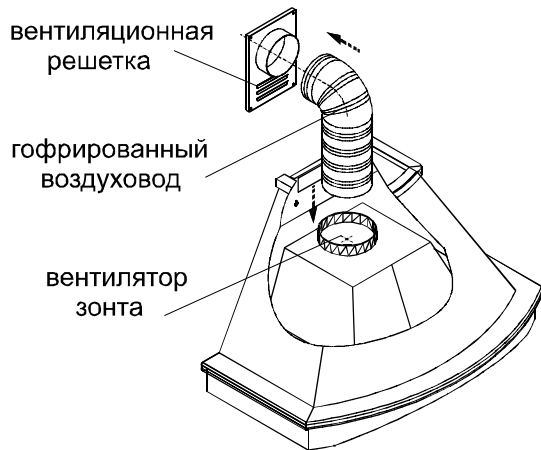
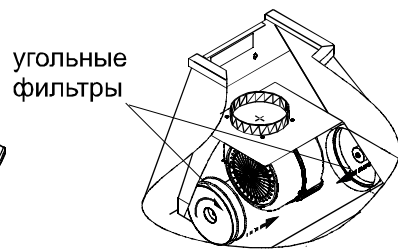

РИС. 6
РИС. 7
6.3. В зависимости от режима эксплуатации зонта соедините вентилятор с вентиляционной решеткой полужестким гофрированным воздуховодом (рис. 6) или установите на вентилятор угольные фильтры (рис. 7).